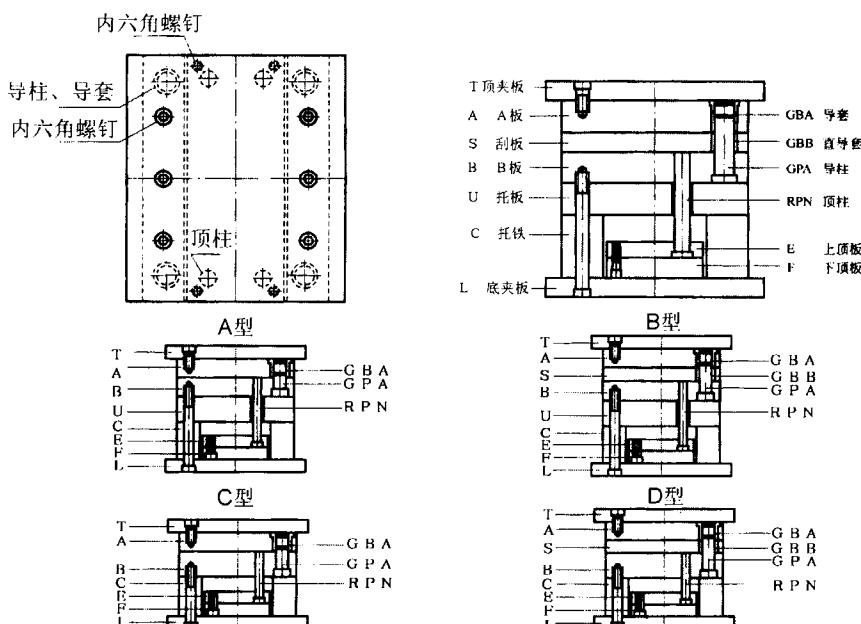

图 1-9 大水口模架平面结构图
- 大水口模架：指采用除点浇口外的其他浇口形式的模具（二板式模具）所选用的模架，大水口模架分为 A 型、B 型、C 型、D 型 4 种类型，如图 1-9 所示。